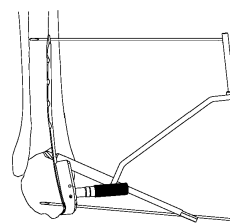

図7-1
3.5-2.5 ラグスクリー法ドリルガイドの3.5 ドリルガイド側をプレートにあてがい、3.5 ドリルにてドリル先端が骨折線にかかる位置までドリリングします。(図7-1)